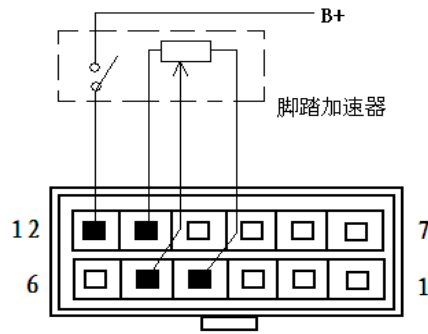

图 9
4、脚踏加速器与控制器的接线（见图 9）。
使用速度调节脚踏加速器按照图 9 所示，在 P11, P4, P5, P12, B+ 端子之间连接脚踏加速器。